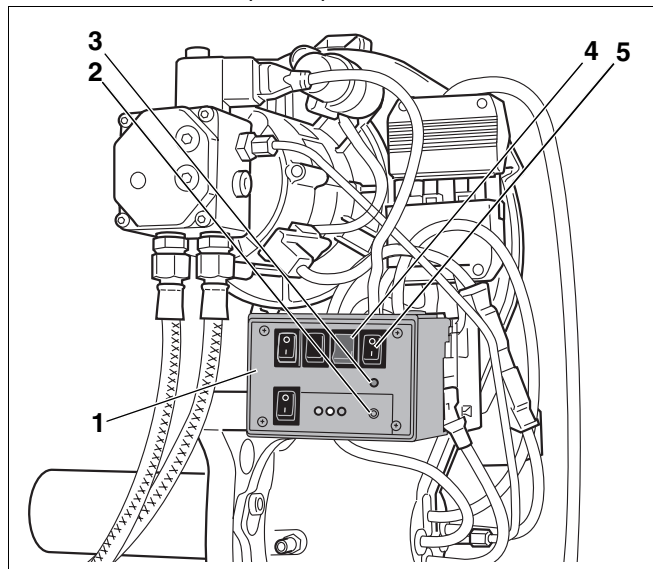

Рис. 15 Выпустить воздух из топливопровода с помощью прибора контроля горелки.
- Прибор контроля горелки (рис. 15, поз. 1; дополнительная комплектация) – если всасывание топлива должно происходить через топливный насос, установленный на горелку
Далее описывается выпуск воздуха при помощи прибора контроля горелки (рис. 15, поз. 1).
- Установить прибор контроля горелки (рис. 15, поз. 1) на свободное место на цоколе.
- Включить систему управления пусковым выключателем. Горит светодиод (красный) (рис. 15, поз. 2).
- Включить прибор контроля горелки пусковым выключателем (рис. 15, поз. 5). Горят два светодиода (красный и зеленый) (рис. 15, поз. 2 и 3).
- Включить переключатель для перемикаания подогревателя топлива (рис. 15, поз. 4).